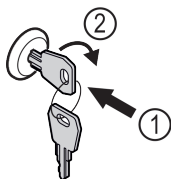

Fig. 161
- ▶ Trykk inn nøkkelen. Fig. 161 (1)
- ▶ Vri nøkkelen 90° med klokka. Fig. 161 (2)